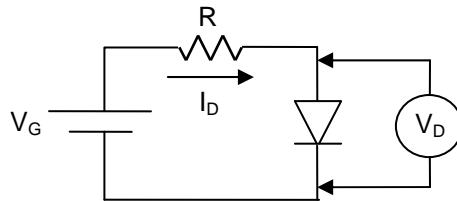

Figura 6.5.- Circuit per mesurar la característica corrent tensió del díode
- 2.- Considereu el circuit de la figura 6.5. Suposeu una resistència R de 10 k $\Omega$ . Quin valor hauríem de posar en  $V_G$  perquè circulés un corrent de 1 mA?
Munteu el circuit de la figura 6.5 utilitzant el díode de silici 1N4148 i, en primer lloc, una resistència  $R_1 = 100 \text{ k}\Omega$ . Mesureu amb el multímetre el valor real d'aquesta resistència i anoteu el resultat en una casella del full de càlcul. Fixeu un valor de  $V_G$  de 3 V en la font d'alimentació. La tensió en el díode  $V_D$  la mesurarem amb el multímetre i la tensió  $V_G$  la llegirem directament a la pantalla de la font. Amb les dades  $V_G$  i  $V_D$  farem una taula en el full de càlcul i a partir d'elles i del valor de  $R_1$  calcularem  $I_D$  de forma automàtica.